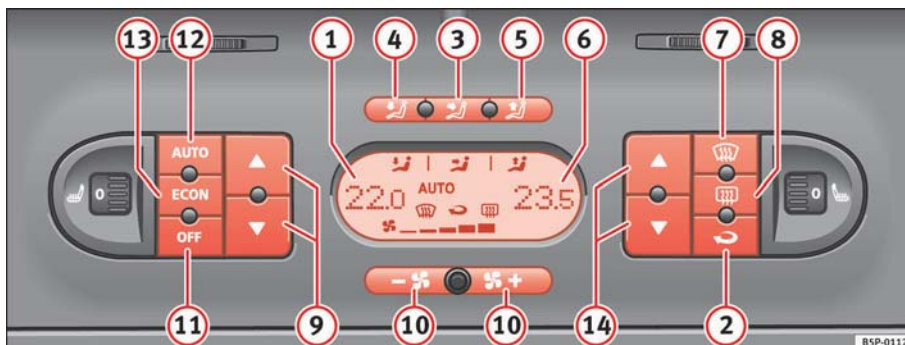

Fig. 117 Mandos del 2C-Climatronic en el tablero de instrumentos
– Para activar el modo manual pulse una de las teclas ⇒ fig. 117 ③ al ⑤, la tecla (ECON) o pulse las teclas de la turbina ⑩. El símbolo (AUTO) desaparecerá del display.
– Pulse la tecla  ⇒ página 130, fig. 117 ② para conectar o desconectar la recirculación de aire. Está conectada si en el display aparece el símbolo .